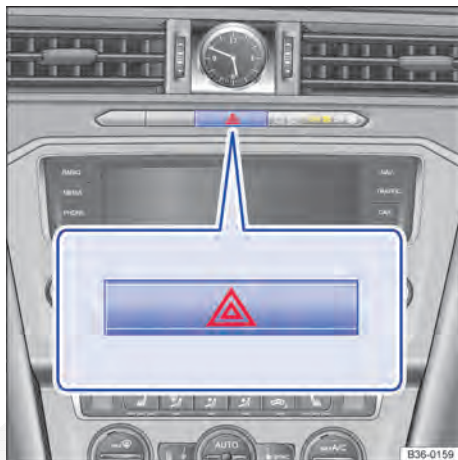

Fig. 278 Na parte superior do console central: botão das luzes de advertência.
2. Ligar as luzes de advertência com o botão  → Fig. 278.